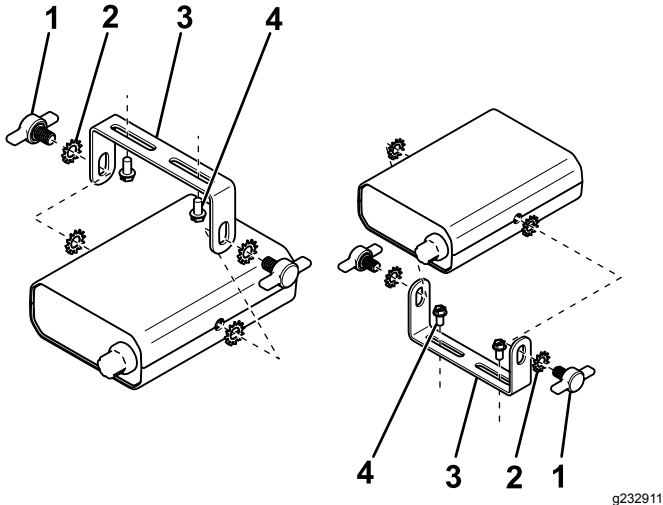

Figura 5
1. Monte el soporte de montaje en el vehículo con 2 tornillos de chapa (Figura 5).
2. Sujete el controlador al soporte de montaje usando 4 arandelas de estrella y 2 tornillos moleteados (Figura 5).